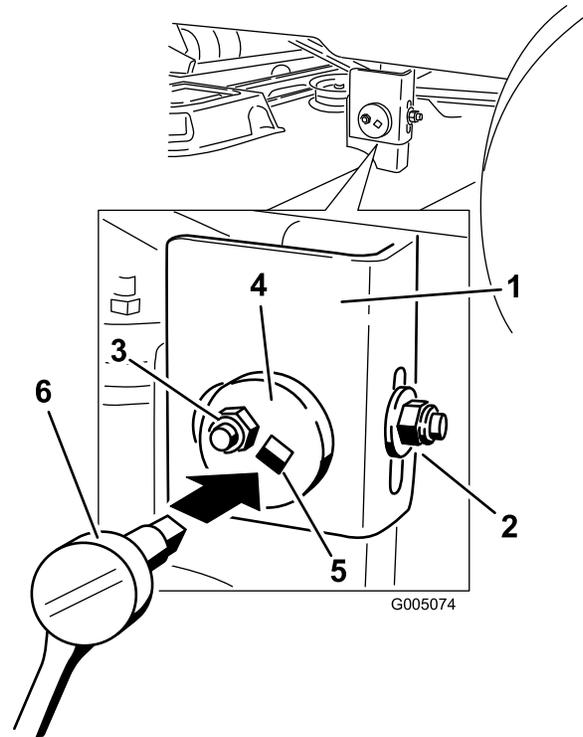

Figura 42
7. Mueva el lado izquierdo de la máquina. Afloje, pero no retire, la tuerca de bloqueo trasera de la barra de soporte (Figura 42).
8. Afloje la tuerca de bloqueo lateral de la barra de soporte lo suficiente para permitir ajustar la placa excéntrica (Figura 42). Utilice una llave de extensión de 3/8 pulgada de una llave de tubo para manipular la placa excéntrica. Utilice la llave para ajustar la altura de la plataforma del cortacésped a la altura deseada.
9. Cuando la plataforma esté en la posición deseada, apriete la tuerca de bloqueo lateral de la barra de soporte para fijar la posición nueva (Figura 42).